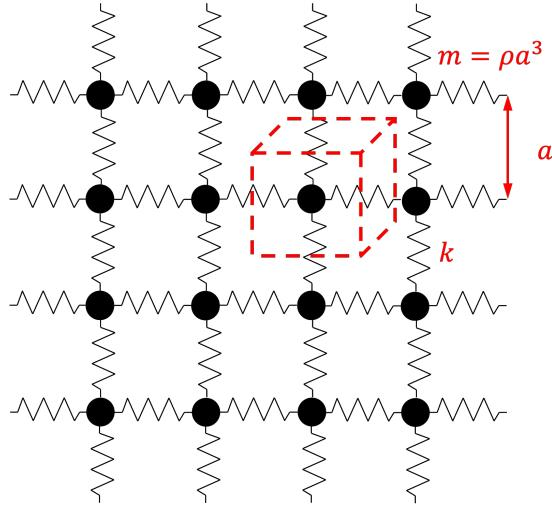

图 3. 线性弹性体的弹簧-质点模型
1. 弹簧质点模型 考虑一个弹性体的简单模型：将弹性体视为很多质点的集合，相邻质点之间由轻弹簧相连，这样的模型叫做弹簧-质点模型 (spring-mass model)，如图 3 所示。